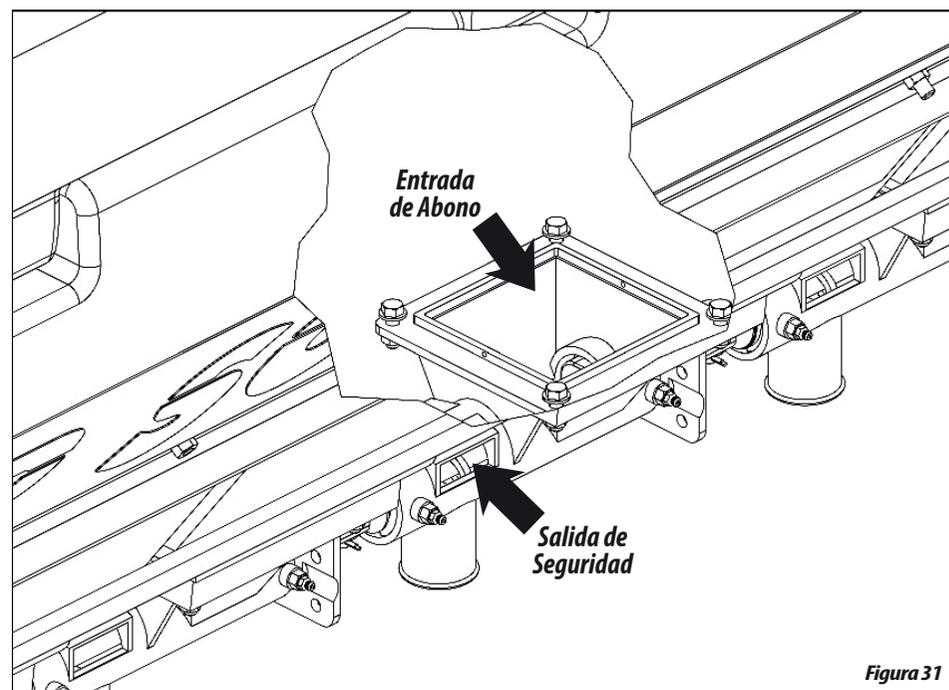

Figura 31
01 - El regulado del abono se hace a través de la Speed Box (1). Para obtener más regulados efectúe la inversión de la cadena en los engranajes motor "A" y movida "B", según muestra la figura 31.